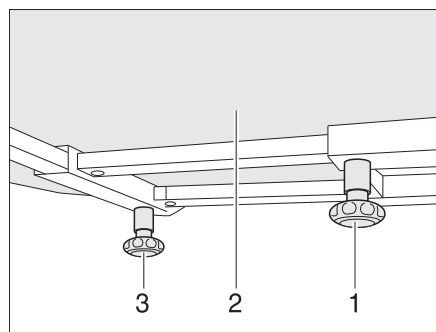

Fig. 94 Mesa fija
- Aflojar el tornillo moleteado (Fig. 94,1).
- Desplazar a la posición deseada el tablero de la mesa (Fig. 94,2).
- Aflojar el tornillo moleteado (Fig. 94,3).